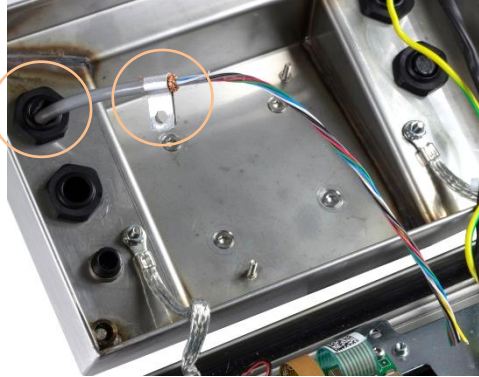

Figura 2-31: Cabo da Célula de Carga do Gabinete do IND236, com Clipe de Aterramento do Chassi
17. O cabo da célula de carga passa pelo gabinete através do prensa-cabo como indicado na Figura 2-31.